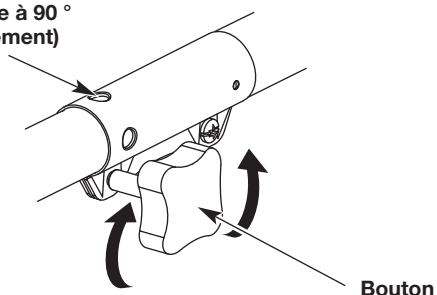
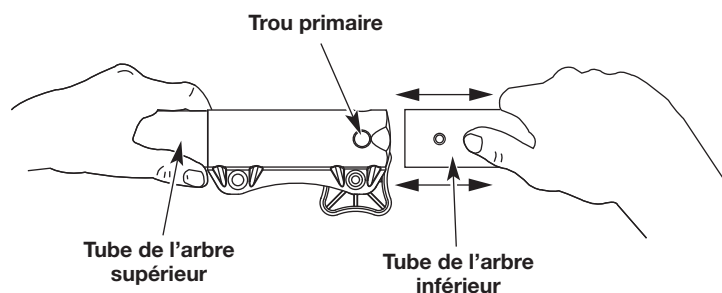

Fig. 1
Fig. 3
1. Tournez le bouton dans le sens horaire inverse pour le desserrer (Fig. 1).
2. Tout en tenant fermement l'accessoire, poussez-le tout droit dans le coupleur jusqu'à ce que le bouton de déclenchement s'enclenche correctement dans le trou primaire (Fig. 3).
3. Tournez le bouton dans le sens horaire pour le serrer (Fig. 1).
ATTENTION : Avant d'utiliser l'appareil, s'assurer que le bouton de déverrouillage est entièrement enclenché dans l'orifice principal (Fig. 3) et que la poignée (Fig. 1) est bien serrée.
Pour une bordure décorative réalisée avec un accessoire taille-bordures, verrouiller le bouton de déclenchement dans l'orifice de bordure à 90° (Fig. 1).
3. Tout en tenant fermement le tube de l'arbre supérieur, tirez l'accessoire en ligne droite pour le détacher du coupleur (Fig. 3).